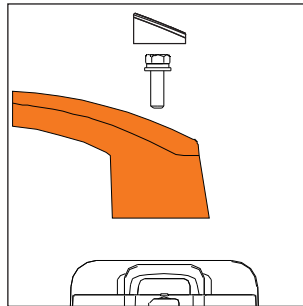

Рис. 12
- На модели компрессора **DAC 170S / DAC 180S** накрутите быстросъемный коннектор на выходной кран, установите верхнюю рукоятку на головку блока цилиндров (Рис. 12).